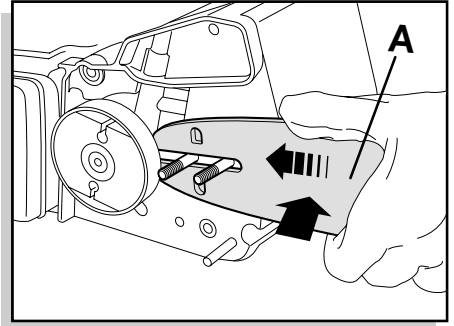

fig. 2
- Coloque a barra A nos prisioneiros e empurre-a em direcção ao pinhão (fig. 2).